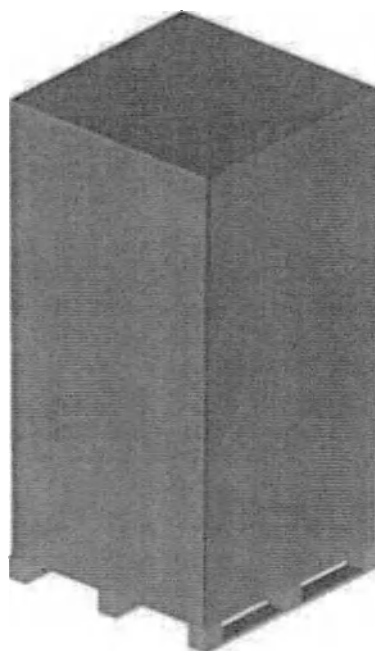

Рис. 4.2
- При расположении упакованной машины вблизи места установки снимите бумажную упаковку, извлекая ее сверху (рис. 4.2).